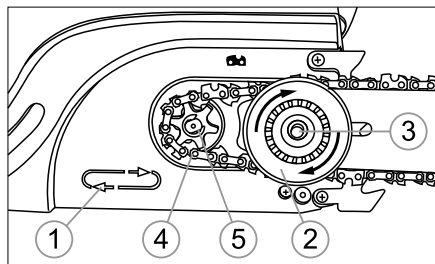

Рис. 6
4. Убедитесь, что направление звеньев пильной цепи совпадает с маркировкой на корпусе пилы 1 (рис. 6). Установите механизм натяжителя вместе с шиной 2 (рис. 6) на крепежный болт 3 (рис. 6) и цепочку 4 (рис. 6) на звездочку 5 (рис. 6).
5. Прижмите шину рукой к креплению на корпусе, слегка натяните цепь, вращая механизм натяжителя 2 (рис. 6) по часовой стрелке.